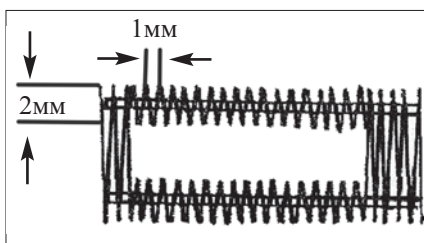

Рис.3. Параметры стежка
4. Дисковый переключатель устанавливают на положение зигзагообразной строчки. Выбирают параметры стежка: длина около 1 мм и ширина около 2 мм (рис. 3).